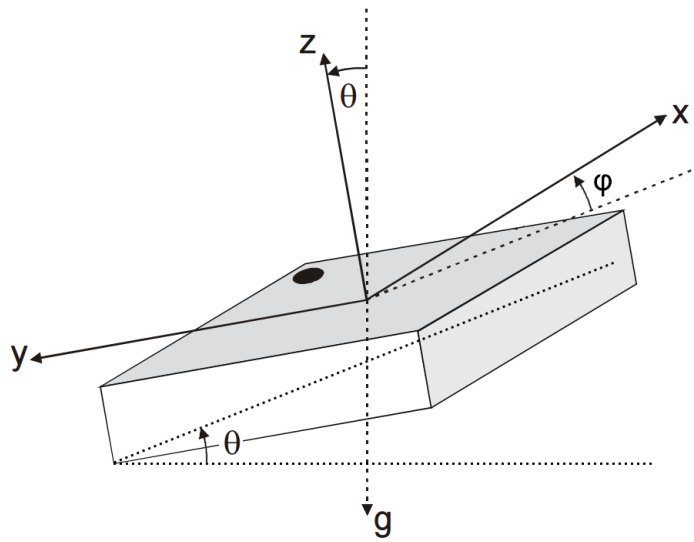

Figura 5: Rotación arbitraria
5. Desplegar en el display LCD el ángulo entre el eje Z y la vertical a partir de las mediciones de aceleración en los ejes X y Y . Este ángulo coincide con el ángulo entre el plano de la tarjeta del acelerómetro (plano XY) y el plano horizontal para cada posición arbitraria (Figura 5).